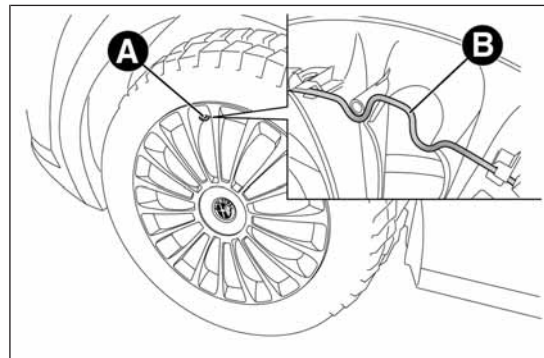

fig. 118
- ❑ **para versiones con llantas de acero:** introducir el destornillador A fig. 118 en la ranura para soltar la ballestilla B de sujeción del tapacubos;